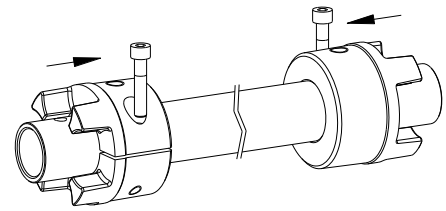

Bild 9: Montage der ZR-Klemmnaben auf das ZR-Zwischenrohr
- Schieben Sie die ZR-Klemmnaben auf das ZR-Zwischenrohr auf (siehe Bild 9).